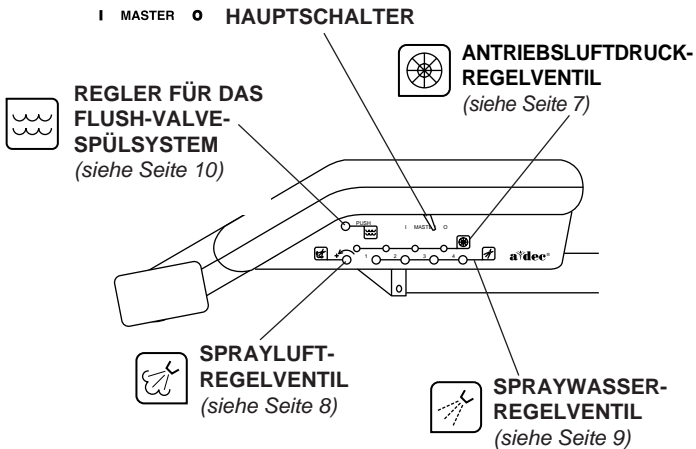

Bild 6. Bedienelemente
- Der **Hauptschalter** (siehe Bild 6) schaltet die Luft-, Wasser- und Stromversorgung der gesamten Behandlungseinheit ein bzw. aus.
Die Antriebsluftdruck-Regelventile (siehe Bild 6 auf Seite 6) regeln den Antriebsluftdruck einzeln für jedes Handstück.